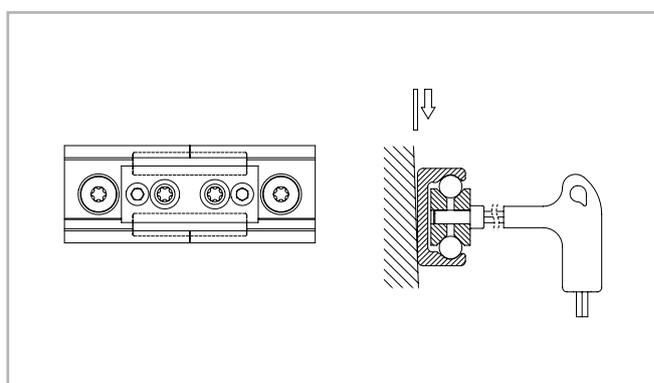

Fig. 167
- (3) Sistemare l'attrezzo di allineamento sulla giunzione delle guide e serrare uniformemente ambedue le viti di regolazione finché le piste sono allineate (vedere fig. 167).
- (4) Successivamente verificare se i lati posteriori di ambedue le guide appoggiano in piano sulla superficie di montaggio. Nel caso si fosse formata una fessura, spessorarla.